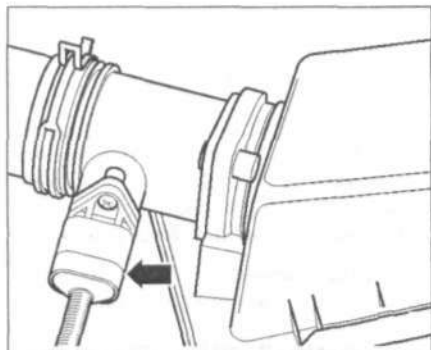

Рис. 7.62. Отсоедините разъем проводки (стрелка) от расходомера воздуха.
13. Если в поле 1 индицируется постоянное значение 550 мг/ч, отсоедините разъем проводки (стрелка) от расходомера воздуха (рис. 7.62).